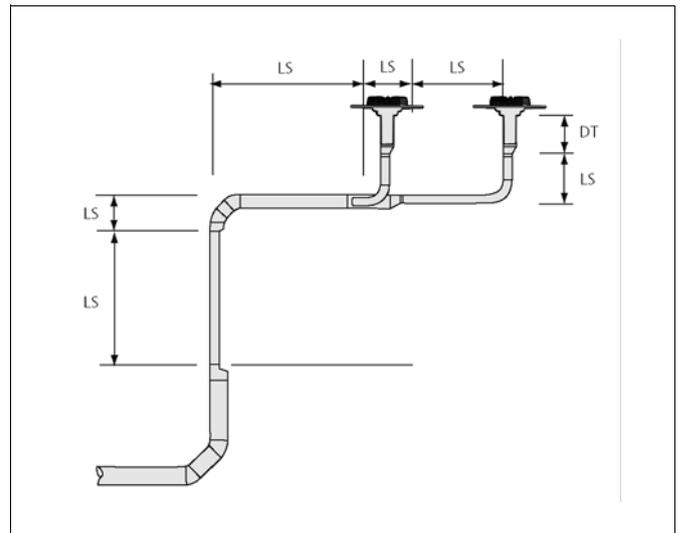

Abbildung 1.2
Zur korrekten Dimensionierung ist das gesamte System in einzelne Fließwege (jeweils vom Dachablauf bis zur Austrittsstelle) eingeteilt. Jeder Fließweg ist in Teilstrecken (LS siehe Abbildung 1.2) untergliedert. Die Druckverluste von jeder einzelnen Teilstrecke werden addiert (Σ in Gleichung 1.6) und werden dem verfügbaren Druckverlust gegenüber gestellt. Eine Teilstrecke erstreckt sich im Prinzip zwischen zwei Formstücken (bei Änderung der Richtung oder Abmessung). Ein Dachablauf ist eine separate Teilstrecke (DT). Wenn eine Teilstrecke länger ist als 10 Meter, muss er in zwei Abschnitte unterteilt werden, um eine optimalere Berechnung zu ermöglichen.